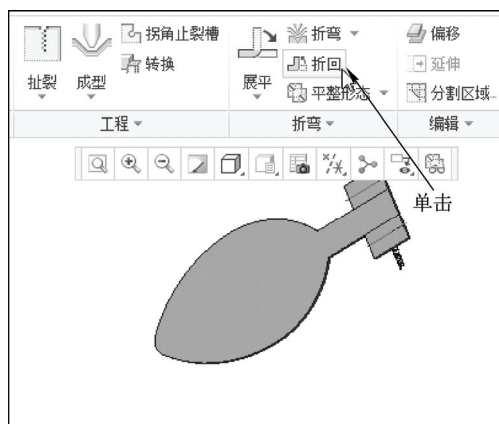

图 13-60 单击“折回”按钮
STEP 02 在功能区选项板的“模型”选项卡中, 单击“折弯”面板中的“折回”按钮, 如图 13-60 所示。